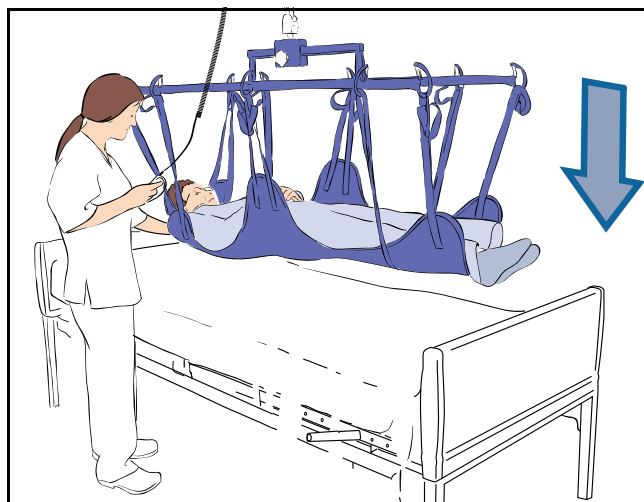

Fig. 16
- 10) Baje al paciente en la nueva ubicación (consulte la Fig. 16).